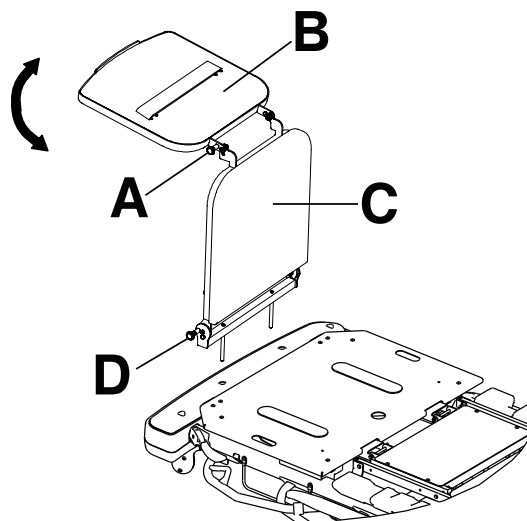

Figure 11 – Plateau porte-défibrillateur/rallonge de lit
1. Tirer sur le bouton supérieur (A) pour le faire sortir (Figure 11).
2. Faire pivoter le plateau porte-défibrillateur (B) jusqu'à ce que le plateau soit à plat au-dessus du côté pieds du produit. Relâcher le bouton supérieur (A). S'assurer que le plateau porte-défibrillateur est bloqué.
Pour convertir le plateau porte-défibrillateur/rallonge de lit en rallonge de lit (Figure 11) :